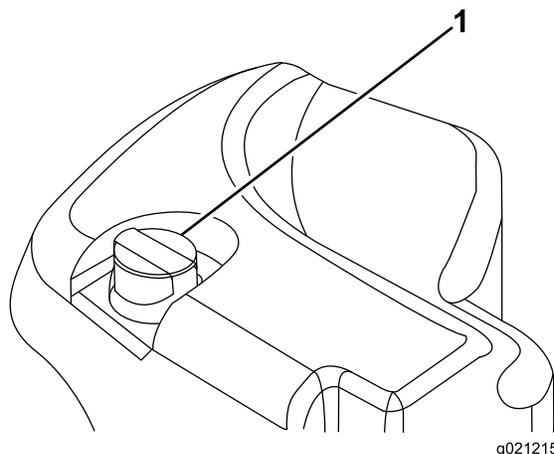

Рисунок 33
- Очистите зону вокруг заливной горловины и крышки гидравлического бака (Рисунок 33).